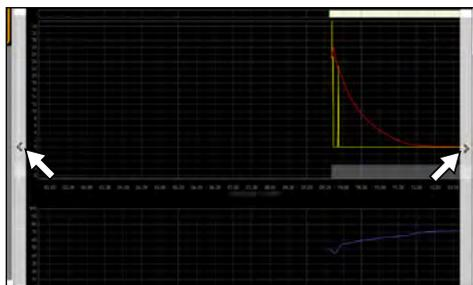

Fig. 12
- ▶ Per spostare il range temporale visualizzato (asse delle ascisse), muovere il puntatore del mouse sul margine sinistro o destro della finestra del grafico. Vengono visualizzate frecce con cui è possibile spostare il settore visualizzato verso sinistra o verso destra (Fig. 12).